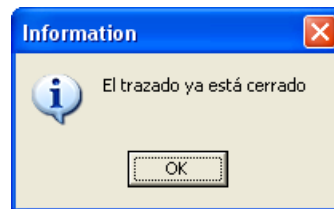

Figura 11.41.
- Figura 11.41: Si se elije el replanteo semiautomático el trazado ya está cerrado y si pulsamos en *terminar trazado* nos aparece esta información.